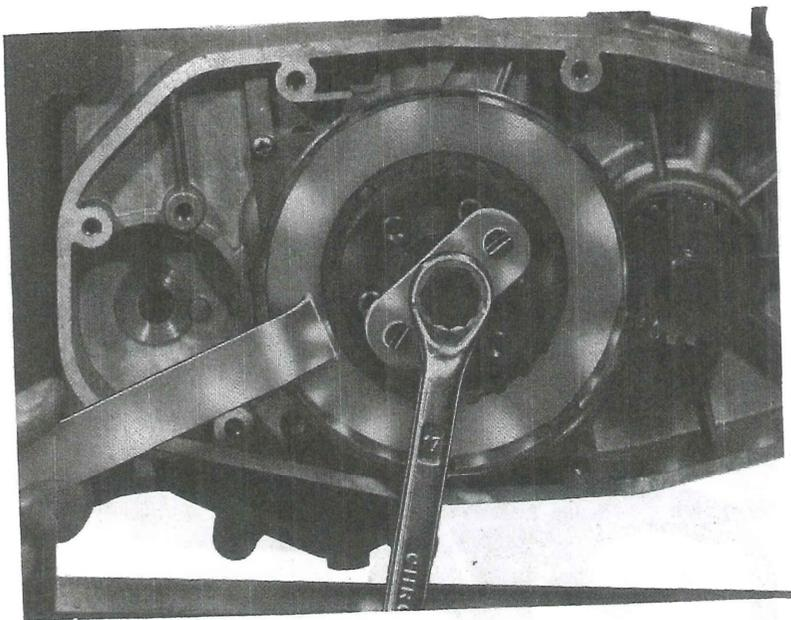

Fig. 19 - Estrazione Tamburino porta dischi frizione
- Rimuovere il tamburino porta dischi frizione, usando l'attrezzo speciale « Estrattore per tamburino », matricola U2-1. Questo attrezzo va applicato al tamburino, avvitando le due viti sul tamburino stesso. Agire sulla vite centrale dell'estrattore, con una normale chiave da 17 mm., trattenendo fermo il tamburino con la stessa chiave che è servita nell'operazione precedente, per lo sbloccaggio del dado (fig. 19).